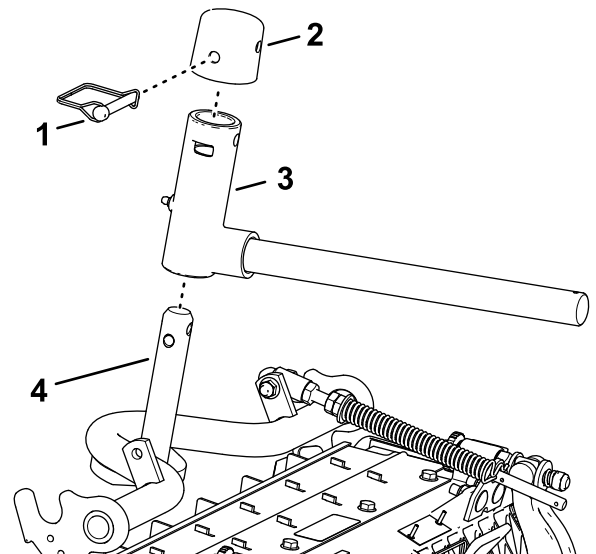

Bild 27
- Montieren Sie das Hubarmjoch an die Trägerrahmenwelle (Bild 27).